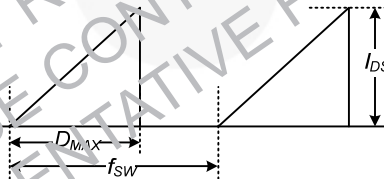

图 4. 重复峰值开关电流
- 假定感性负载时，最大重复漏极峰值电流受限于最大占空比 ( $D_{MAX} = 0.73$ ) 和结温 (见图 4)。